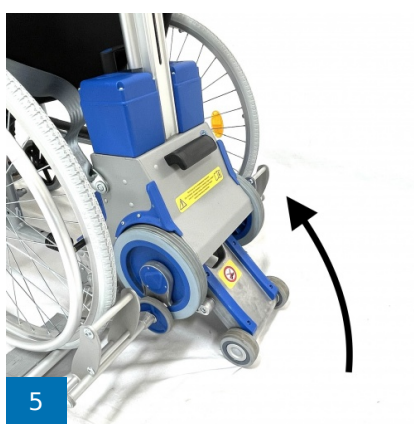

Рис. 5: Эта процедура **может** выполняться **вручную или с помощью двигателя**, чтобы человеку, управляющему устройством, было легче перемещать лестничный подъемник.
- Зафиксируйте с двух сторон подъемника адаптеры кресла-коляски в верхней оси крепления подъемника специальным фиксатором (Рис. 5).